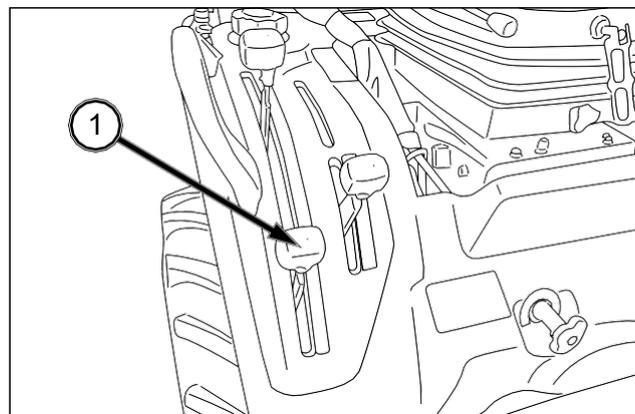

FIG. 50
FIG. 50: La palanca de selección (1) embraga y desembraga la transmisión del eje delantero. Cuando la palanca está hacia adelante, el eje delantero está embragado y las cuatro ruedas son motrices. Cuando la palanca está hacia atrás, el eje delantero (4WD) está desembragado.